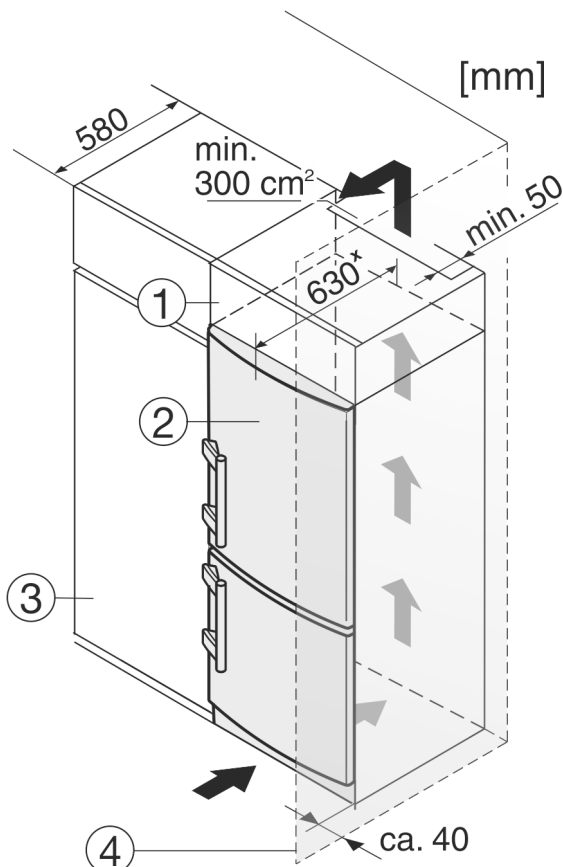

Fig. 9
- (1) Nadstavná skrinka (3) Kuchynská skriňa
(2) Zariadenie (4) Stena
Zariadenie môže byť zabudované medzi kuchynskými skriňami. Aby sa zariadenie Fig. 9 (2) prispôbilo výške kuchynskej linky, môže sa nad zariadením umiestniť nadstavná skrinka Fig. 9 (1).
Pri vstavaní s kuchynskými skriňami (hĺbka max. 580 mm) je možné zariadenie inštalovať priamo vedľa kuchynskej skrine Fig. 9 (3). Zariadenie vyčnieva nabok 34 mm * a v strede zariadenia 50 mm * oproti prednej časti kuchynskej skrine.
Ak je zariadenie umiestnené so zavesením vedľa steny Fig. 9 (4), vzdialenosť medzi zariadením a stenou musí byť minimálne 40 mm. To zodpovedá presahu držadla pri otvorených dverách.